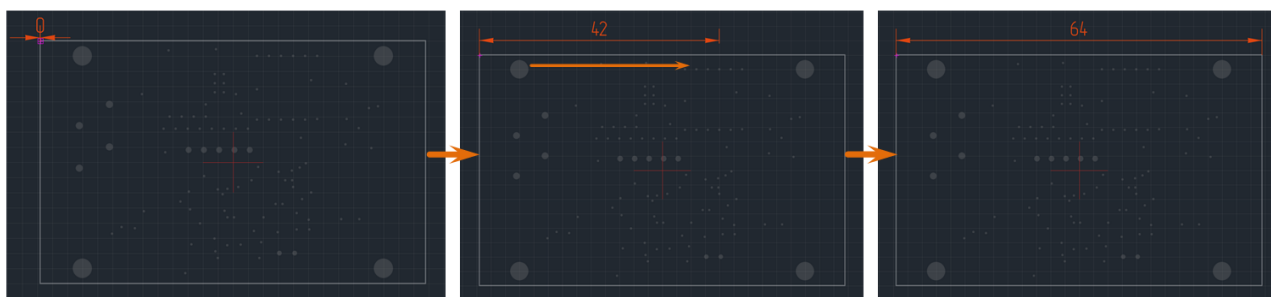

Рис. 262 Размещение горизонтальной размерной линии
4. Переместите курсор, определяя положение второй выносной линии, см. Рис. 262. Установите длину и направление выносных линий, перемещая курсор. Возможный вид размерной линии будет отображаться на экране.